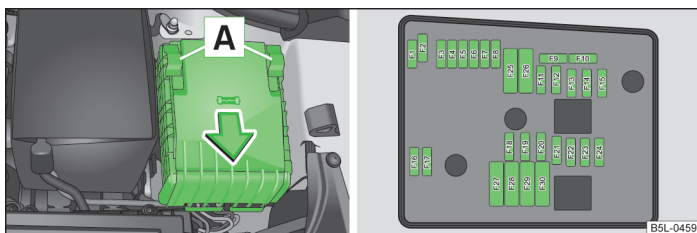

Fig. 179 Copertura della scatola dei fusibili nel vano motore/Rappresentazione schematica della scatola dei fusibili
- La copertura della scatola dei fusibili viene tolta spingendo in avanti l'asticella **A** » fig. 179 sino al completo arresto. Dietro l'asticella si renderà visibile il simbolo . Ora togliere la copertura.